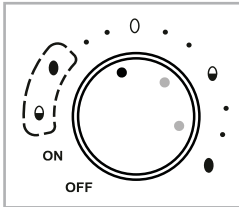

Fig. 3
– Seleccione el punto **central** del rango de ajuste que corresponda (fig. 3) si desea cocinar 7 huevos fríos recién sacados de la nevera y de tamaño medio (tamaño M/L).